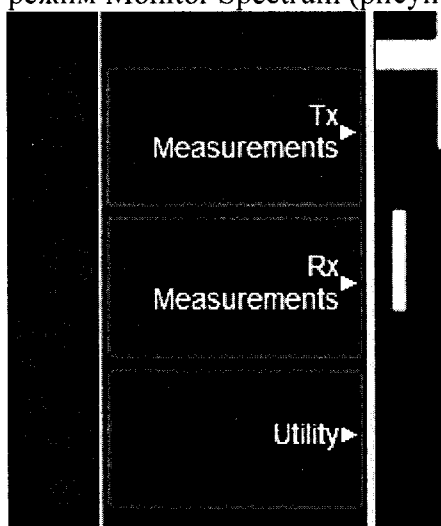

Рисунок 9.
7.4.8 Запустить режим измерений, для чего нажать кнопку TX Measurements в правой части экрана и выбрать режим Monitor Spectrum (рисунок 9).